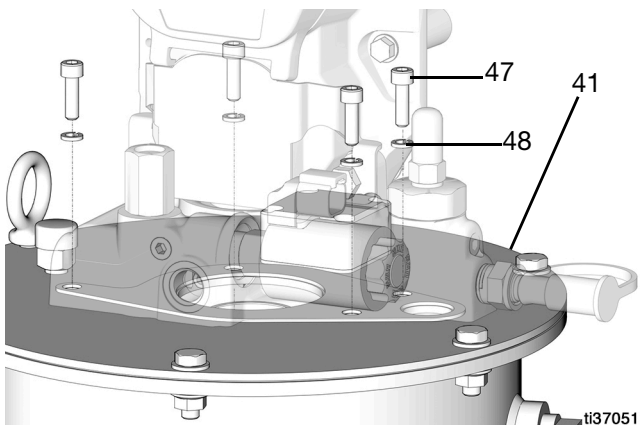

FIG. 26
4. Desserrez et retirez les quatre boulons (47) et les quatre rondelles (48) qui tiennent la pompe au réservoir (41) avec une clé Allen de 5 mm (FIG. 26).